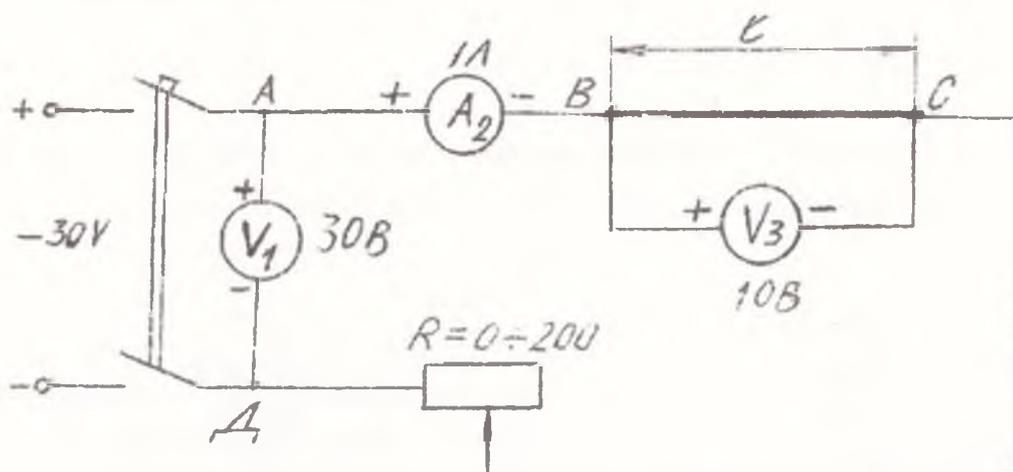

Рисунок 3 – Схема для измерения потери напряжения в проводнике
2. Собрать электрическую схему цепи, изображенную на рис. 3, и предъявить ее для проверки преподавателю. Обратить внимание на полярность подключения приборов и на пределы их измерения, указанные на схеме. Начинать сборку схемы нужно от источника тока слева направо.
Соединение резисторов называется последовательным, если при калинке источника питания через все резисторы проходит один и тот же ток (рис.3).